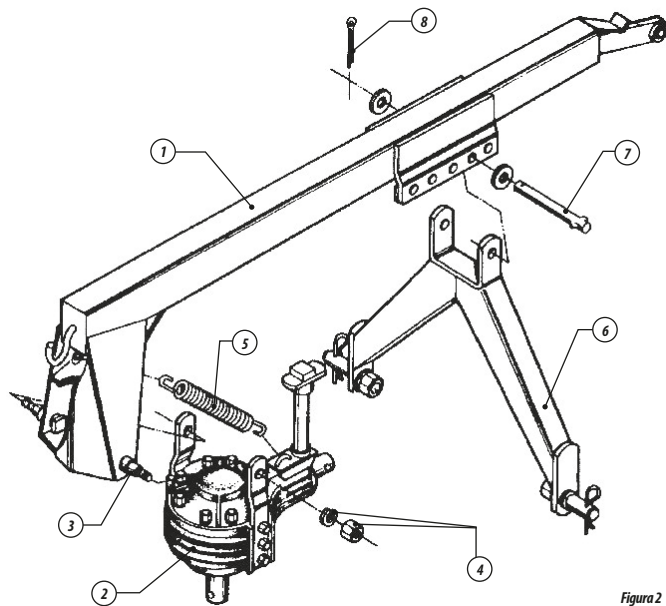

Figura 2
- 02 - Montar na armação item 1 figura 2, a caixa redutora item 2, através dos parafusos item 3 e travar com as porcas item 4.
- 03 - Colocar a mola item 5 na armação e caixa redutora.
- 04 - Fixar na armação item 1 o cabeçalho de engate item 6, através do pino item 7, travando-o com o contrapino item 8.